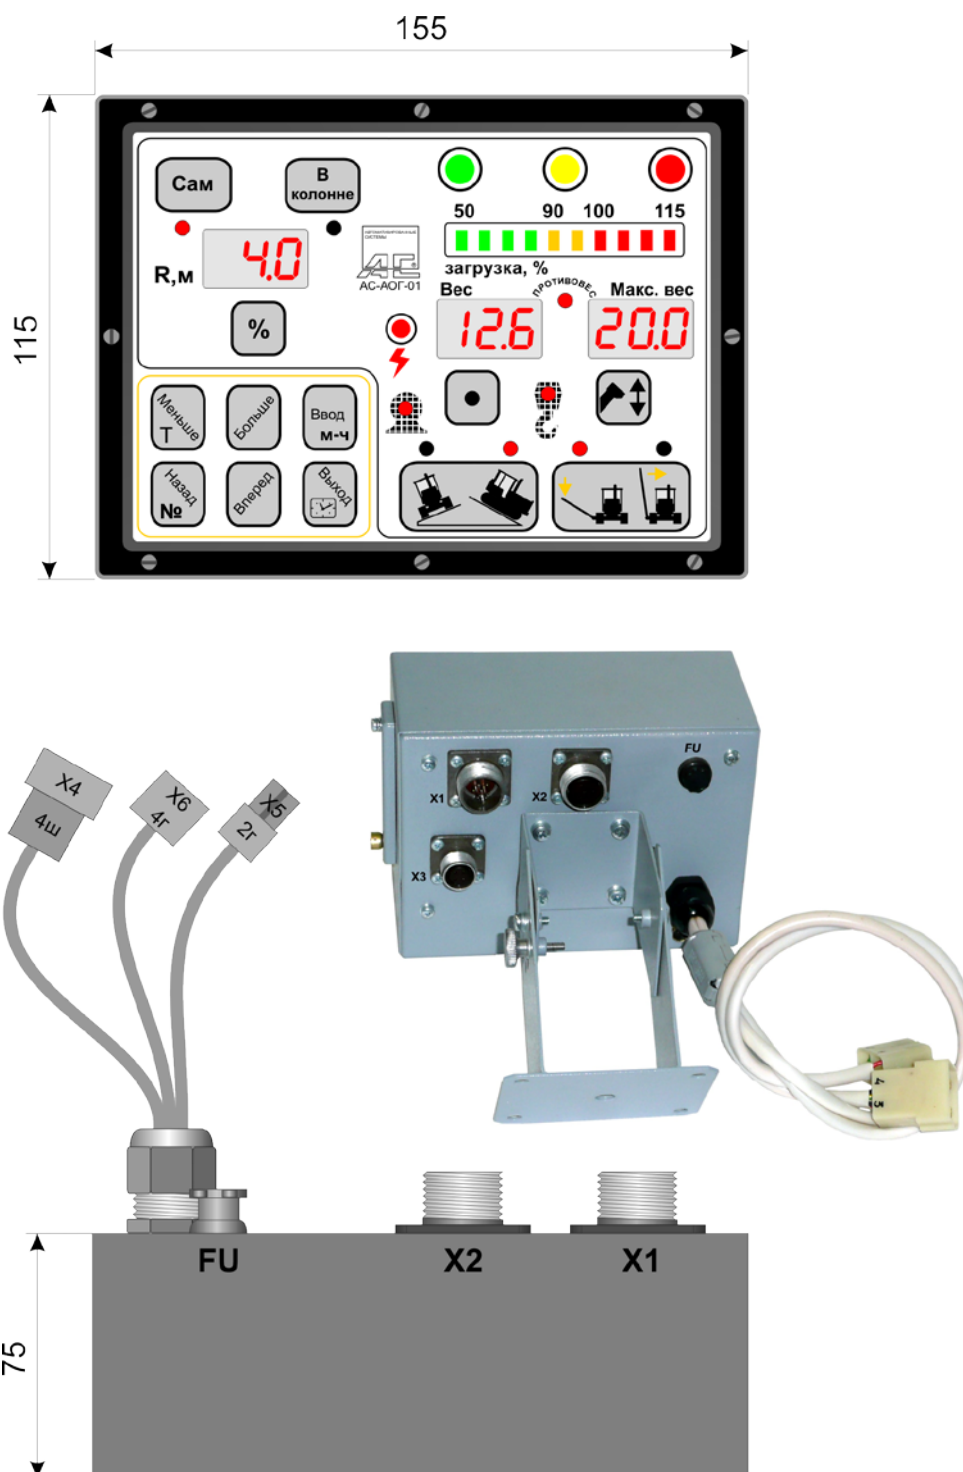
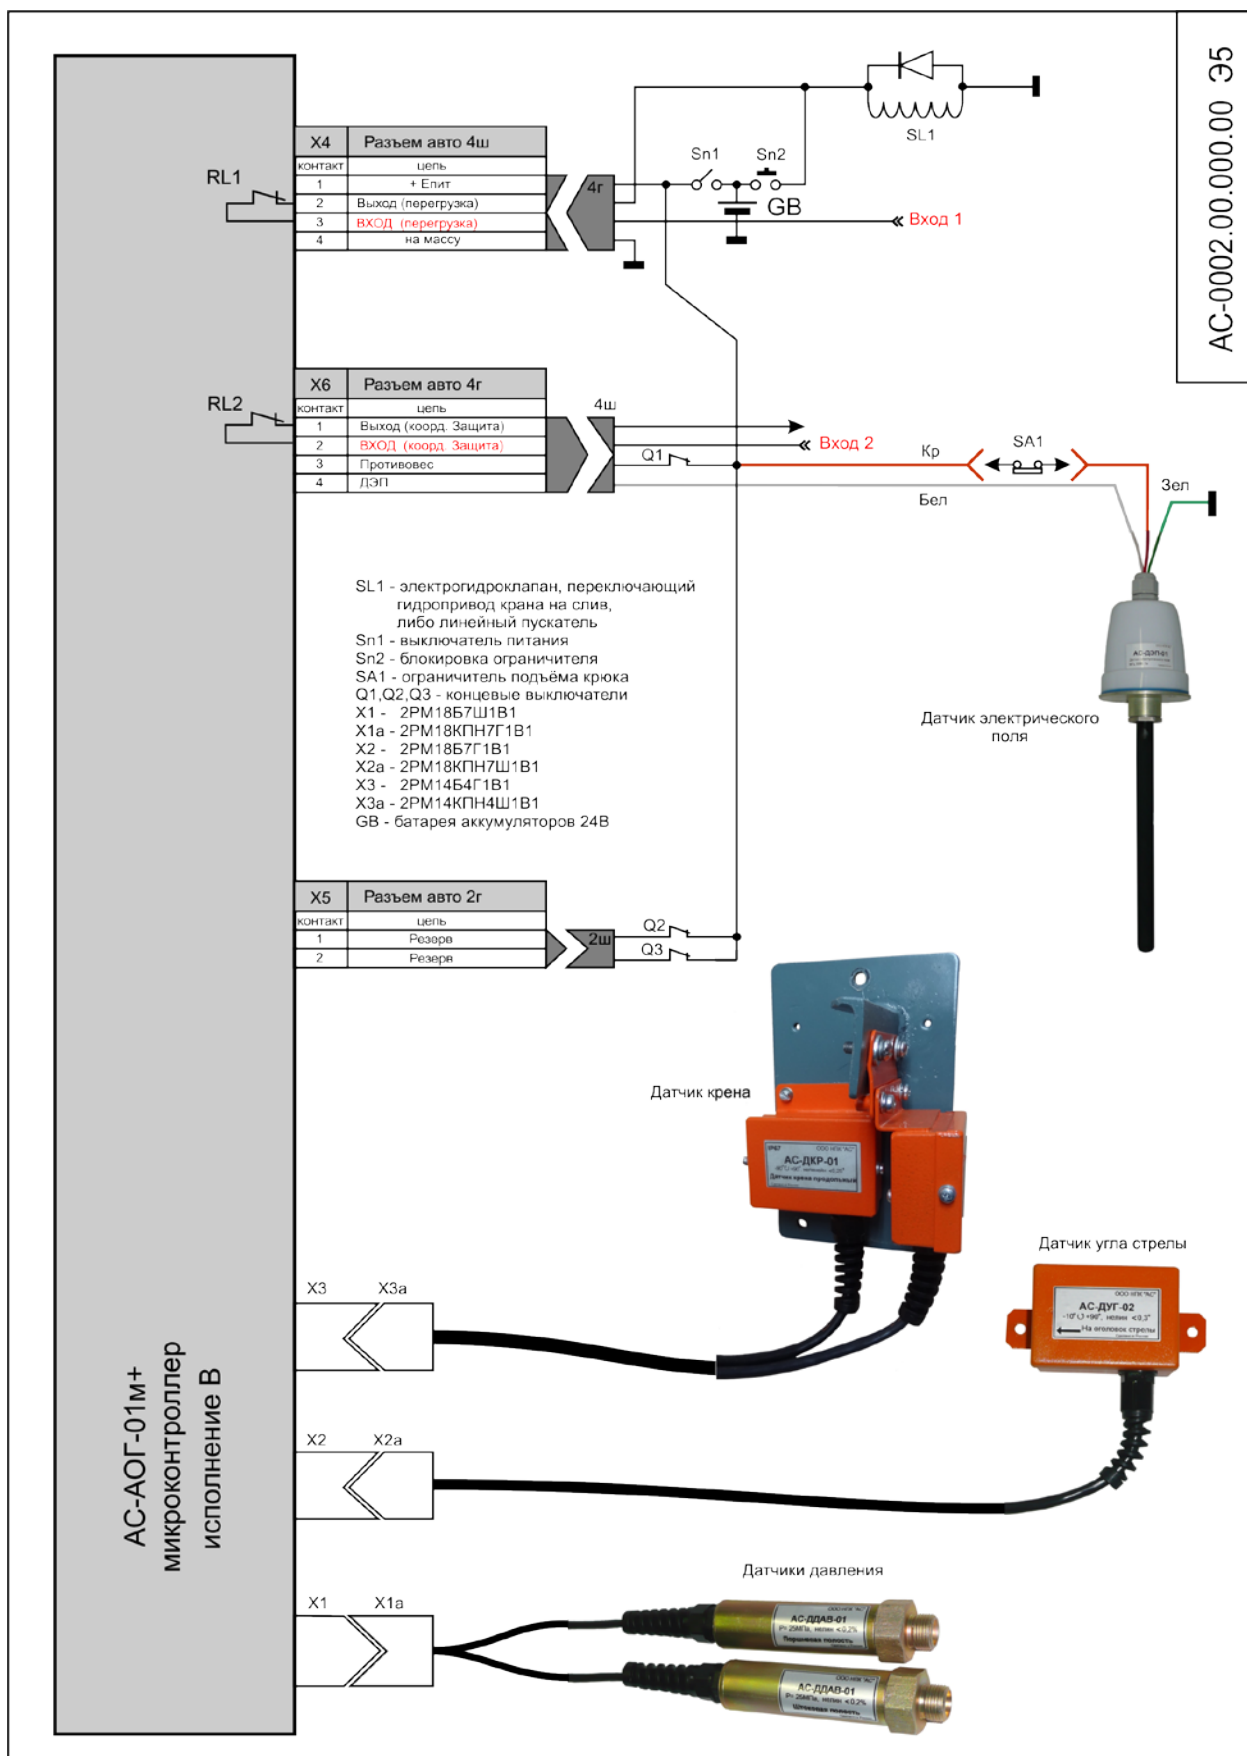

Рис.2
Рис.3
- 1) блок АОГ, включающий "Регистратор параметров" 1 шт, рис.2;
6.1. Описание работы проводится по схеме подключения рис.3.
Подсоединение АОГ к электрооборудованию крана должно быть произведено в соответствии со схемой подключения рис.3, а именно через контакты разъемов X4, X5 и X6 расположенных на тыльной стороне блока АОГ (рис.2), на задней стенке.
6.3. Напряжение питания от аккумуляторной батареи при установке тумблера Sn1 в положение ВКЛ подается на контакты разъема X4 блока АОГ, рис.3.
6.3.3. К блоку питания относятся 2 предохранителя FU1 и FU, рис.2. Самовосстанавливающийся предохранитель FU1 (1А) размещен внутри блока и предназначен для защиты внутренних электронных цепей блока АОГ, а плавкий предохранитель FU (5А), размещен на задней стенке блока АОГ и предназначен для защиты цепей управляющих реле от короткого замыкания. Питание реле осуществляется независимо от внутренних электронных цепей блока АОГ.
6.4. Блок АОГ включает в себя модуль индикации и управления (первая плата), вычислительный модуль, модуль ввода цифровых и аналоговых сигналов, модуль АЦП, модули "Регистратора параметров", блока питания и реле (вторая плата), Рис.2.
7.4. Подключение составных частей, а также подключение системы АОГ к системе электрооборудования крана производите в соответствии со схемой подключения АС-0002.00.000.00м Э5, рис.3.